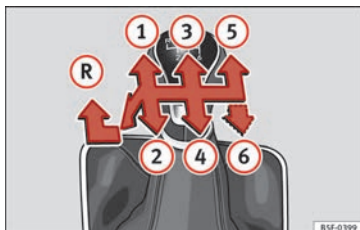

Fig. 56 Schéma d'une boîte mécanique 5 vitesses ou 6 vitesses.
Les positions des vitesses sont représentées sur le levier de vitesses »» fig. 56.
- Au point mort, appuyez sur le levier de vitesses, déplacez-le complètement vers la gauche puis vers l'avant pour passer la marche arrière »» fig. 56 .